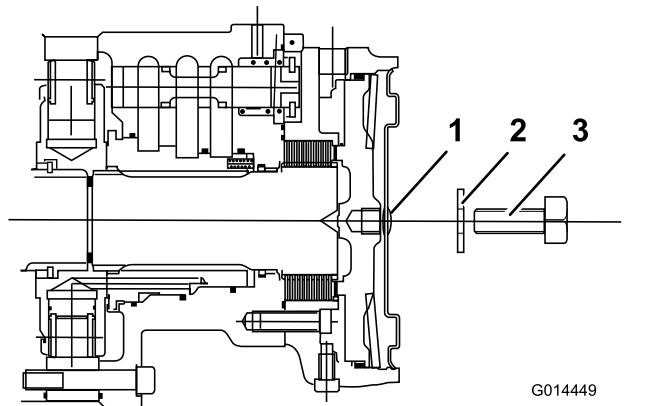

Figura 36
4. Montate la vite di arresto M12 x 40 mm lunga con rondella nel foro al centro della piastra di chiusura del motorino (Figura 36).
5. Serrate la vite di arresto nel foro filettato del pistone del freno fino a sbloccare il freno (Figura 36).
6. Individuate il gruppo del freno a disco del motore della ruota anteriore sinistra e ripetete la procedura precedente (Figura 36).